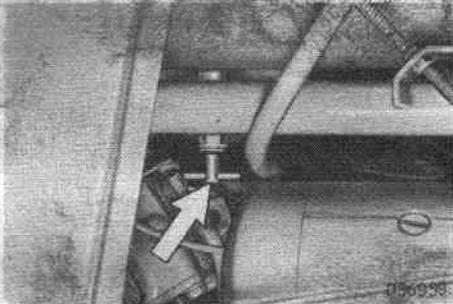

Fig. 154 - Robinet d'arrêt de combustible
2. Ouvrir complètement le robinet d'arrêt de combustible du réservoir (fig. 154)